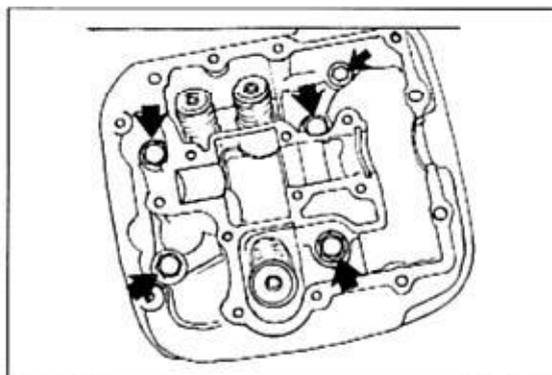

Bild 105
- Jeweils vier Zylinderkopfschrauben (Bild 105) schrittweise über Kreuz lösen. Muttern jeweils um halbe Umdrehung lockern, dann erst ganz ausdrehen.
- Zylinderkopfmutter vorn und hinten «von unten» sowie Zylinderbefestigungsschraube ① Bild 105 an Zylindern ausdrehen.